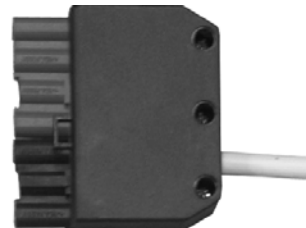

Рис. 4
- 4 согласно ссылке, данной на Рис. 4, закрепить фланец к шпилькам котла с помощью гаек **D**, не затягивая их полностью;